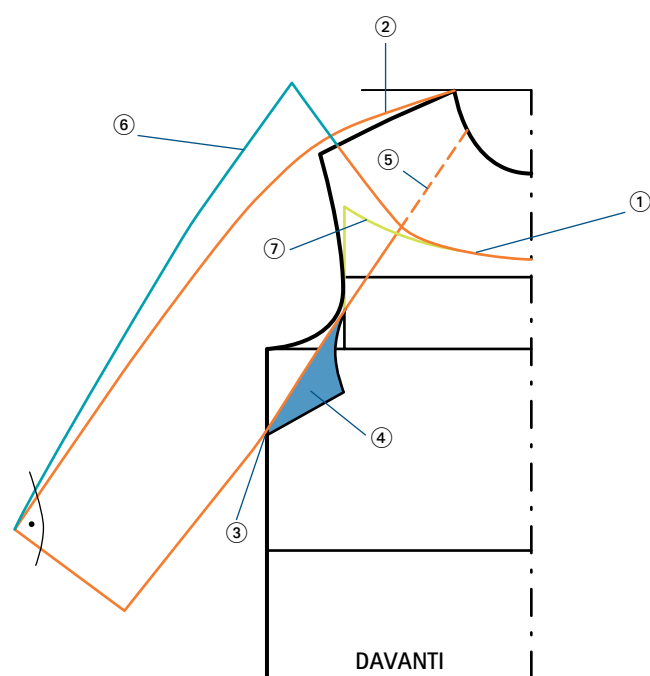

FIG. 1
- ① Fissare la forma del davantino all'altezza desiderata (es. 15 cm).
- ② Partendo dallo scollo, tracciare la linea della parte alta della manica seguendo per prima cosa la linea della spalla, quindi creando un angolo di circa 45° con la linea orizzontale su una lunghezza pari a quella della manica; arrotondare l'angolo che si forma. Poi, su una linea perpendicolare a questa linea della manica, riportare la metà della larghezza della parte bassa della manica.
- ③ Abbassare il giromanica di 6-8 cm sul fianco, chiudere la costruzione della manica, poi, con una retta, raggiungere l'incavo del giromanica.
- ④ Tracciare ancora una volta "specularmente" il triangolino ottenuto (fig. 1, in azzurro).
⑤ Tracciare una linea di taglio retta che parta dal giromanica all'altezza del vertice alto del triangolo e si unisca allo scollo all'altezza di 1/3 della circonferenza dello scollo davanti.
⑥ Prolungare la linea di taglio sulla manica (qui di 10 cm) in modo da ottenere più stoffa da arricciare (fig. 1, in azzurro).
⑦ Dopodiché allargare della stessa misura il taglio del davantino (fig. 1, in verde).